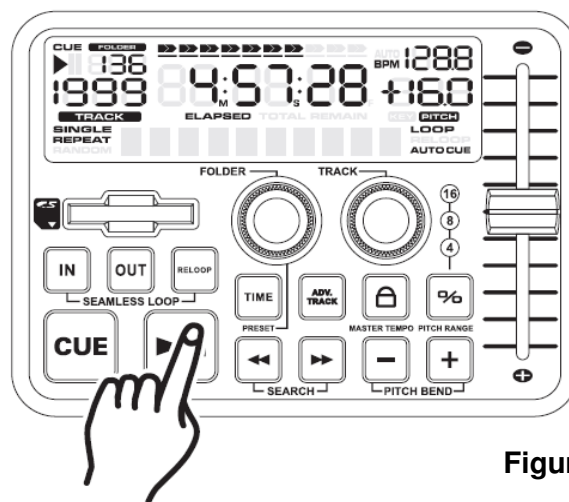
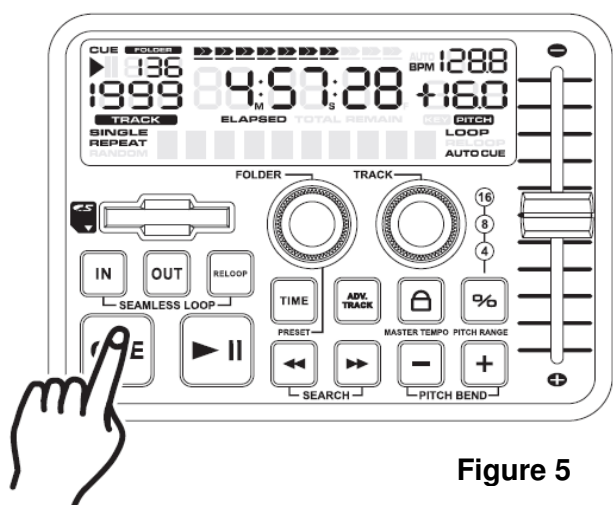
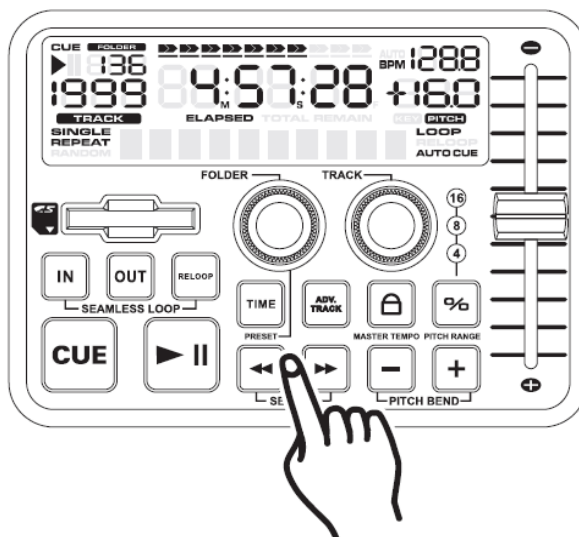

Figure 4
Figure 5
Figure 6
3. COMMENCER LA LECTURE : Figure 4
4. METTRE SUR PAUSE : Figure 4
6. ARRÊTER LA LECTURE : Figures 4 & 5
Cette fonctionnalité vous permet de faire défiler une à une les frames d'une piste, vous permettant de trouver et définir un point de départ de Cue, sample ou boucle. Pour utiliser la fonction de navigation, vous devez d'abord vous mettre en Mode Pause (voir section 4) ou Cue (voir section 5). Une fois que vous y êtes, appuyez sur les BOUTONS DE RECHERCHE (32) pour naviguer parmi les pistes (figure 6). Quand vous utilisez les BOUTONS DE RECHERCHE (32), la fonction contrôle (niveau du casque) vous permet d'écouter ce dans quoi vous naviguez. Une fois atteint votre point de départ désiré, vous pouvez définir un point de Cue (point de départ) en appuyant sur le bouton *PLAY/PAUSE* (34) comme indiqué sur la figure 4. Appuyer sur le bouton *CUE* (35) comme indiqué sur la figure 5, va vous faire revenir sur le point que vous venez de définir.